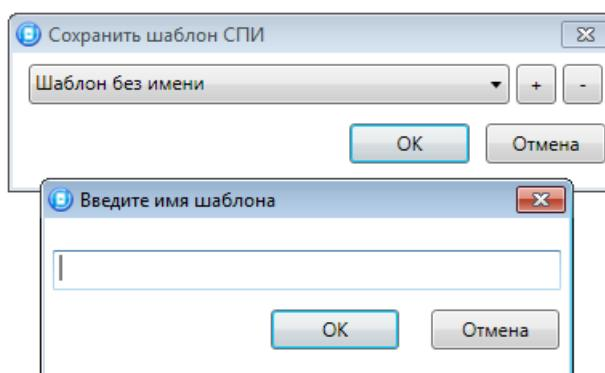

Рис. 11.3. Сохранение шаблона
- *Сохранить шаблон настроек:* открытие окна *Сохранить шаблон СПИ* (Рис. 11.3), с помощью которого можно сохранить конфигурацию СПИ контроллера в качестве шаблона.